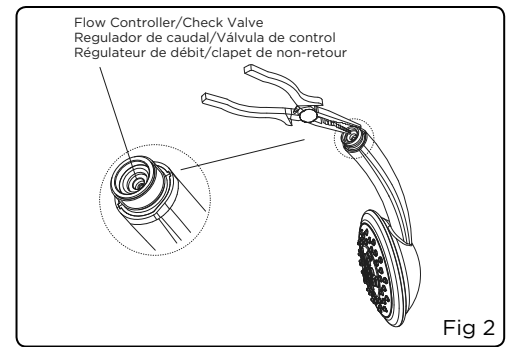

Fig 2
2. Le régulateur de débit/clapet de non-retour est situé à la base de la poignée de la douche à main et le boîtier de plastique est de couleur différente des filets (fig. 2). Saisir le régulateur de débit/clapet de non-retour avec une pince à bec effilé pour le retirer. Prendre soin de ne pas exercer une force excessive en saisissant le bord pour ne pas endommager le régulateur/clapet (fig. 2 et 3).
2. El regulador de caudal y la válvula de control se encuentran en el hueco de la manija de la ducha de mano y tienen una funda de plástico de un color distinto al de las roscas de la sección cónica de la ducha de mano (fig. 2). Use unos alicates de extremos finos para sujetar el regulador de caudal y la válvula de control y sacarlos. Procure no forzar excesivamente al sujetar el borde del regulador de caudal y válvula de control para no dañarlos (fig. 2 y 3)